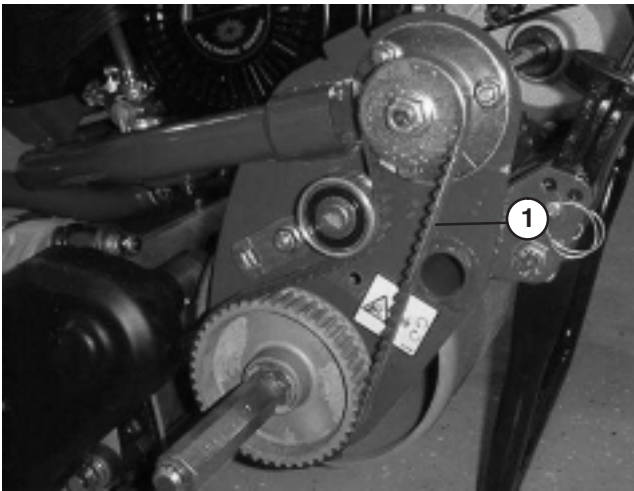

Figure 45
2. Contrôlez la tension de la courroie (Fig. 45) en exerçant une force de $1,8 \pm 0,45$ kg à mi-distance entre les poulies. La courroie doit présenter une flèche de 6,4 mm. Si ce n'est pas le cas, passez au point suivant,